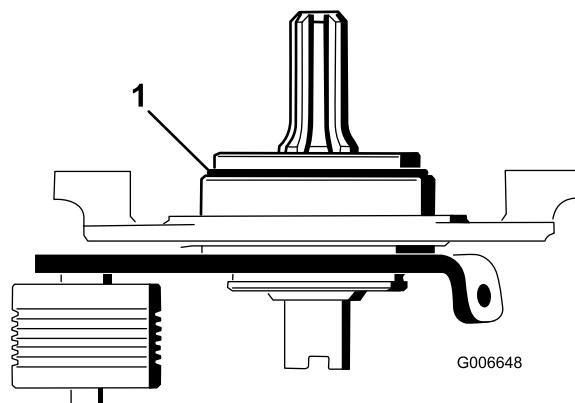

図 23
22. 3/8-16 タップを使って、左右のサイドプレートの取り付け穴の内壁のペイントを除去する。図 23。
重要 Oリングを忘れずに、また、正しい向きでピボットハブに取り付けること図 23。